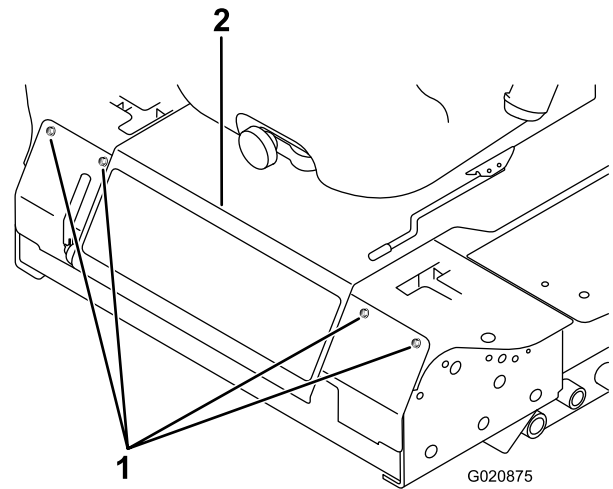

Bild 82
2. Nehmen Sie die Schrauben ab, mit denen die Frontplatte befestigt ist, und nehmen Sie sie ab (Bild 82).